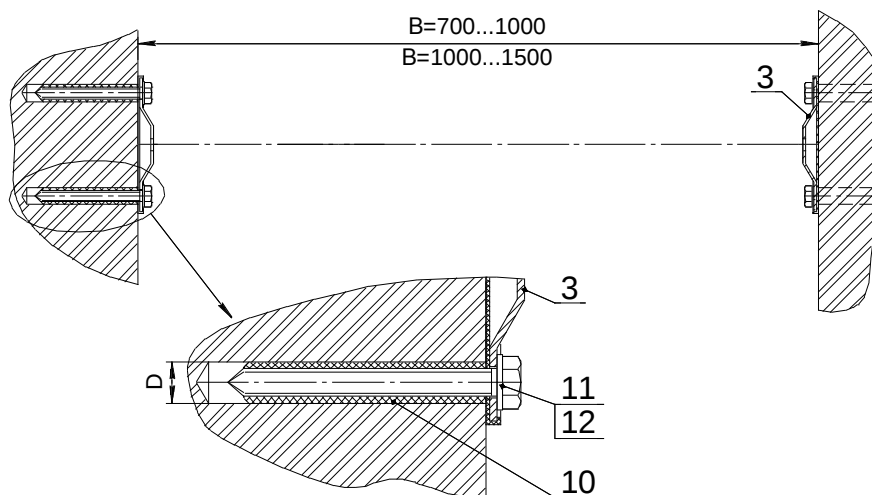

Рис.1
11.3.3 Собрать вставки поз.2 с трубой поз.1, обеспечив общую длину  $L$ , на 70...100 мм меньше замеренного расстояния  $B$  между стенами и закрепить винтом специальным поз.6 и гайкой специальной поз.7 (Рис.1).
12.2.3 Правильность установки болтов проверять по рис. 1 ( размер 70мм max).